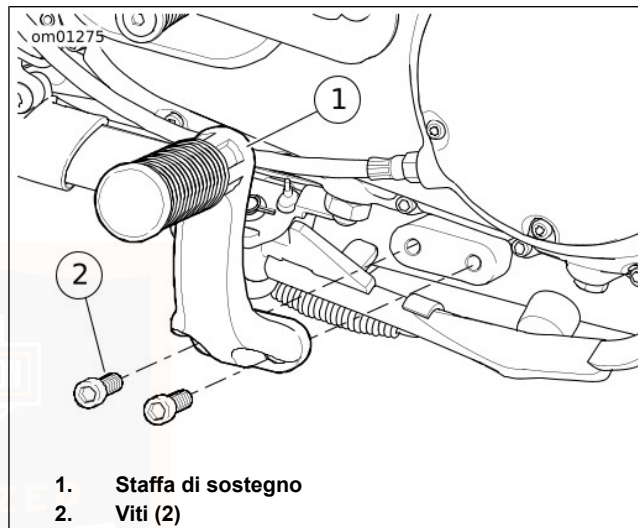

Figura 47. Gruppo del poggiapiedi del pilota montato centralmente
4. **Modelli XL con comandi montati centralmente:** Vedere Figura 47. Rimuovere le viti e staccare la staffa di sostegno del poggiatesta del pilota dal lato sinistro del veicolo.
- Modelli XL con comandi montati centralmente:** Vedere Figura 47. Rimuovere le viti (2) e staccare la staffa di sostegno del poggiapiedi del pilota (1) dal lato sinistro del veicolo.